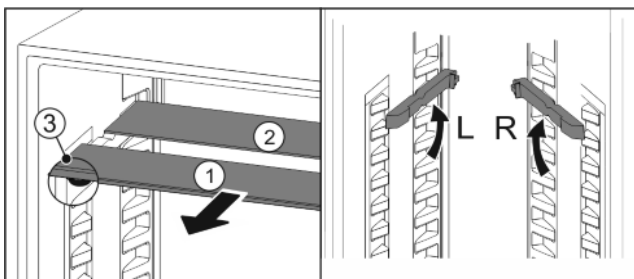

Fig. 17
- ▶ Skleněné desky jednotlivě vytáhněte dopředu Fig. 17 (1).
- ▷ Skleněná deska Fig. 17 (1) se zárážkami leží vpředu.
- ▷ Zárážky směřují dolů Fig. 17 (3).